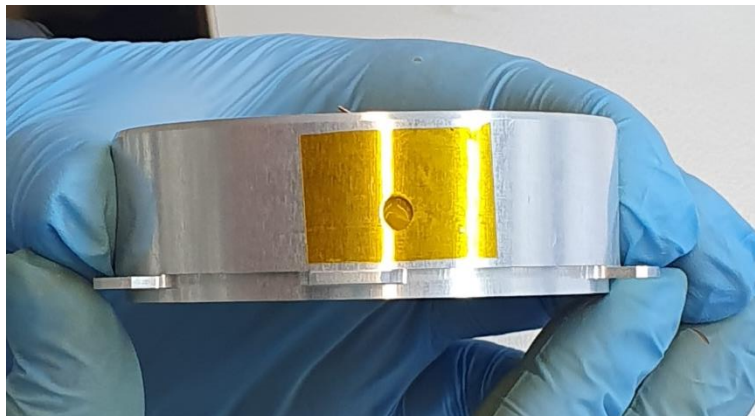

Рисунок 2.3. Корпус статора с закрытым отверстием для введения клея.
10. Закрывать оба отверстия полосками пленки полиимидной клейкой (рис. 2.3).